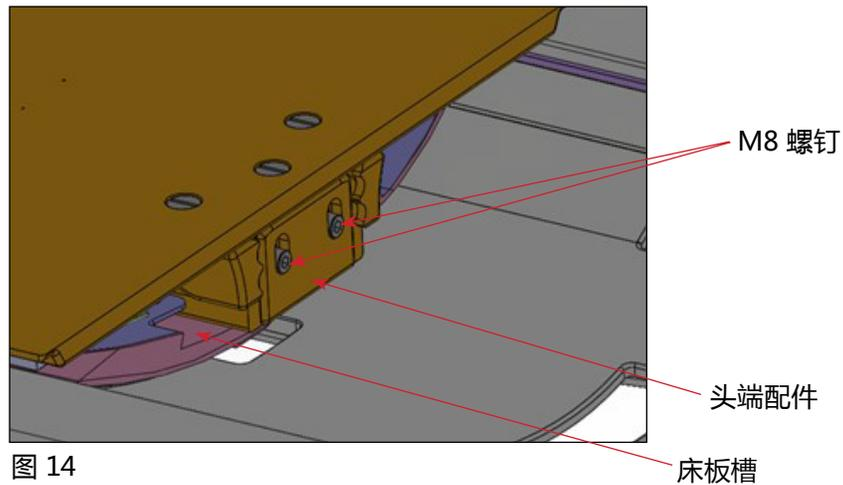

图 14
3. 松开头端配件上的 M8 螺钉, 然后向上或向下滑动前凸缘, 使其到达可以顺畅滑入床板槽的位置 (图 14)。